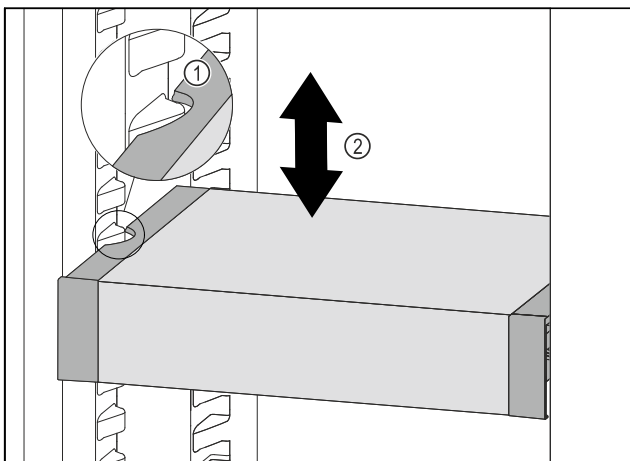

Fig. 97
- ▶ Потягнути VarioSafe вперед, поки бокові заглиблення VarioSafe не опиняться на рівні ребра для резервуара в охолоджувальному відділенні. Fig. 97 (1)
- ▶ Пересувайте VarioSafe вгору або вниз в охолоджувальному відділенні до тих пір, поки не досягнете бажаної висоти. Fig. 97 (2)